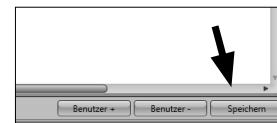

Abb. 3: Benutzerverwaltung
- Drücken Sie **Speichern**, die Daten werden übernommen (Abb. 3).